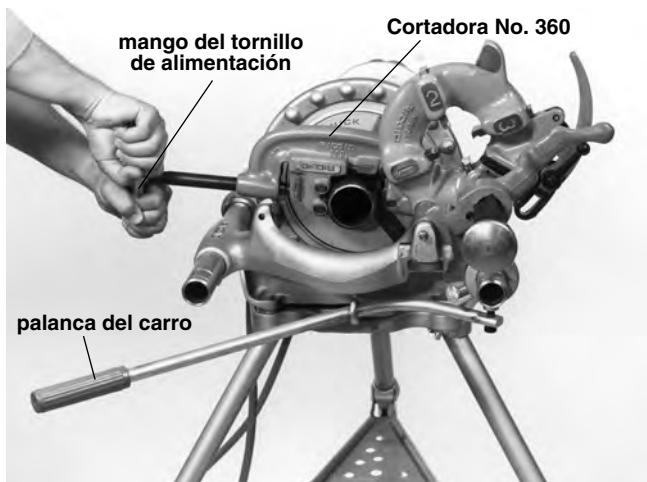

Figura 9 – Corte de tubos con la Cortadora No. 360
1. Chequee que la escariadora y el cabezal de terrajas se encuentren en posición de UP (arriba) (*Figura 9*).
6. Con ambas manos, agarre el mango de alimentación del cortatubos (*Figura 9*).